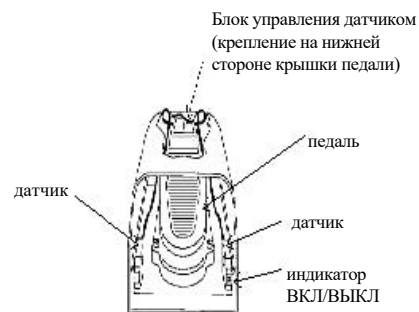

Рисунок 2: Датчики крепятся СБОКУ КРЫШКИ педали лазера.
- Установите педаль для лазера на легко доступной рабочей поверхности (Рис. 2 & 3).
- Установите под крышкой педали (Рис. 2), Передающий датчик и Приёмный датчик на противоположных сторонах педали. Не установите датчики по сторонам педали. БЕЗ УДАЛЕНИЯ ЗАЩИТНОГО ПОКРЫТИЯ НА ЛЕНТЕ, переместите их так, чтобы красный свет включился
- 3. Collocare l'interruttore a pedale del laser su una superficie di lavoro accessibile (Figure 2 & 3).